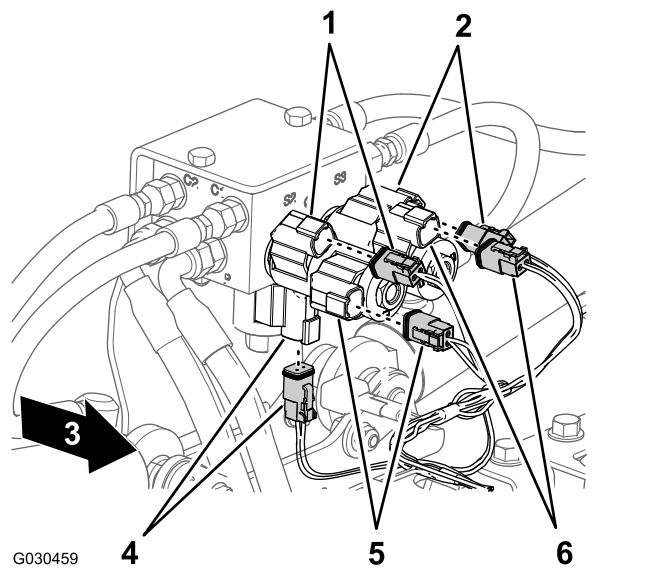

Figura 26
5. Nella parte posteriore della macchina, scollegate i seguenti 2 connettori a 2 prese (Figura 26) per il collettore del cilindro di sollevamento come segue: